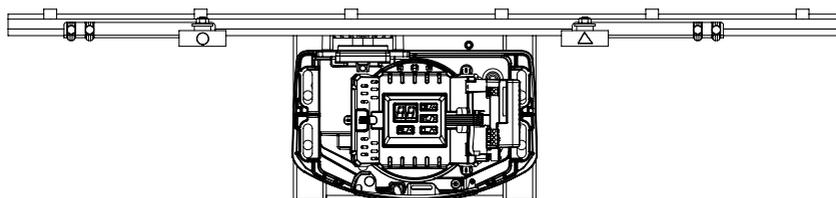
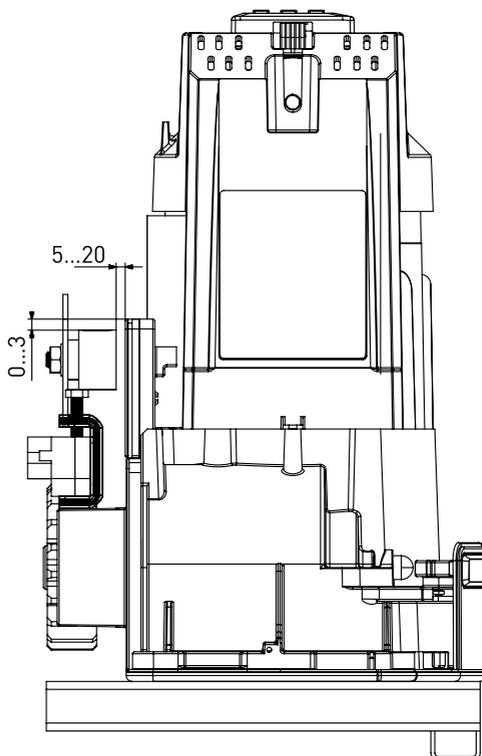

Рисунок 11
Рисунок 12
- Разместите магниты на кронштейнах таким образом, чтобы, находясь перед воротами со стороны привода, магнит с синей треугольной меткой располагался справа от привода, а с красной круглой меткой — слева (*рис. 11*). Магниты должны располагаться в горизонтальном положении на одной высоте с верхней кромкой блока выключателей привода на расстоянии 5...20 мм от рабочей плоскости блока выключателей (*рис. 12*).